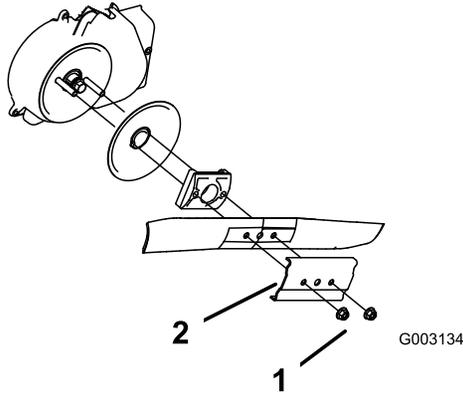

Figure 31
- Retirez les 2 écrous de la lame et le renfort (Figure 31).
- Déposez la lame (Figure 31).
- Posez la nouvelle lame (Figure 31).